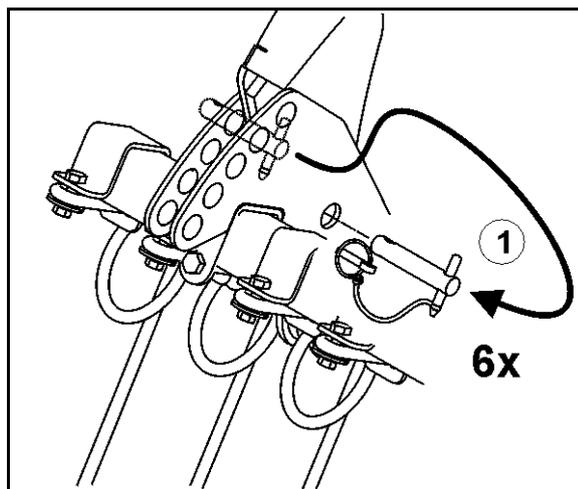

Fig. 32
3. Fijar el rastrillo trasero en posición de transporte con el perno (Fig. 32/1) y asegurarlo con el pasador clavija.